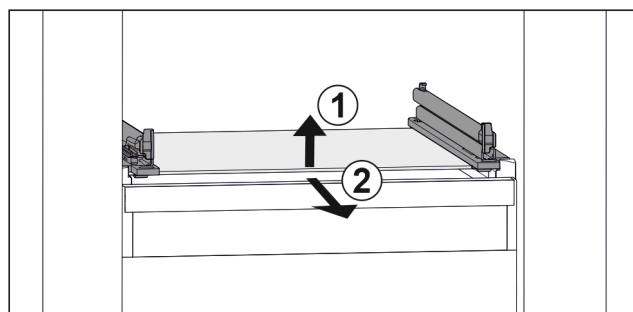

Fig. 158 Примерно изображение на стъклената плоча
- Повдигнете стъклената плоча отпред Fig. 158 (1)
- Извадете стъклената плоча напред Fig. 158 (2)